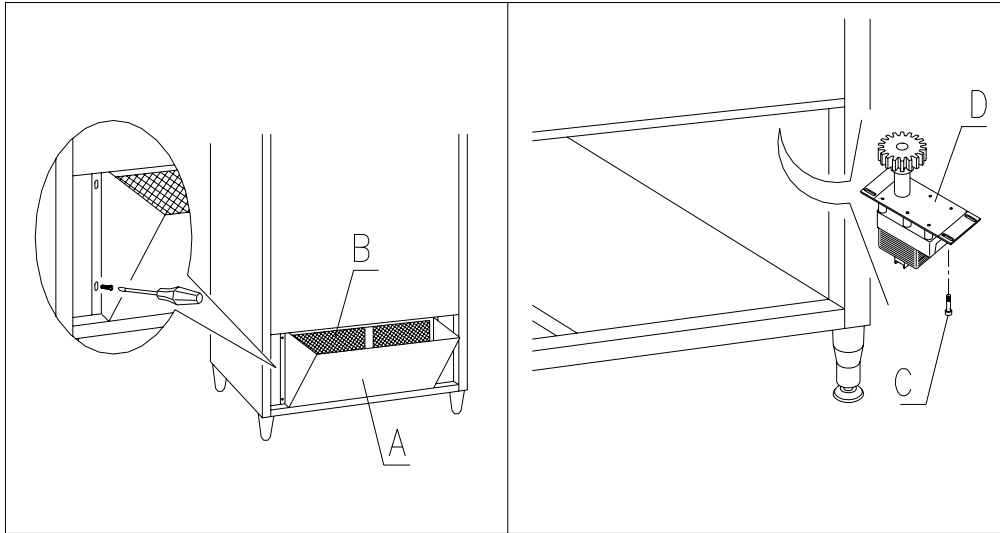

FIG. 18
8.10 SUSTITUCIÓN DEL MOTORREDUCTOR DE ROTACIÓN COLUMNA (FIG. 18)
1. Girar el árbol del motorreductor hasta que las dos clavijas pos. 2 fig. 18 estén en una posición que permita la introducción de la llave; para poder girar el árbol hay que apretar el embrague pos. 1;
2. Desenroscar las dos clavijas pos. 2;
3. Desenroscar la tuerca de fijación del encoder pos. 4 y, después de haber quitado el conector eléctrico pos. 3 sacar el encoder;